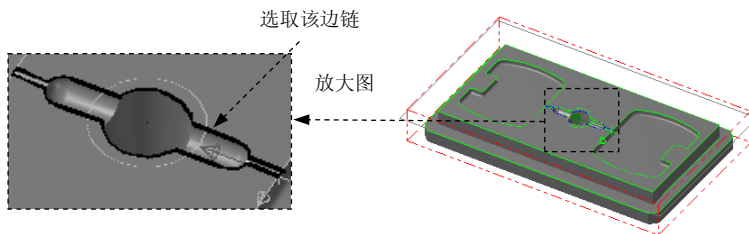

图 20.55 选取切削范围边线
(2) 单击“刀具路径的曲面选取”对话框的 **边界范围** 区域的  按钮, 系统弹出“串联选项”对话框, 采用“串联方式”选取图 20.55 所示的边链。单击  按钮, 系统返回至“刀具路径的曲面选取”对话框。单击  按钮, 系统弹出“曲面精加工平行铣削”对话框。